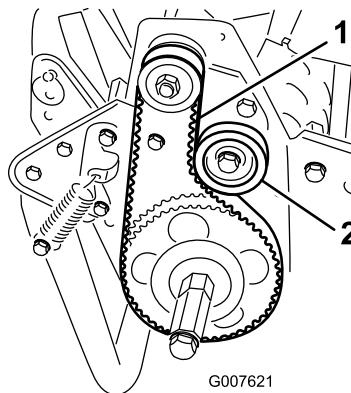

Рисунок 41
- Проверьте натяжение, приложив к ремню посередине между шкивами (Рисунок 41) усилие 18–22 Н. Ремень должен прогнуться на 6 мм.
- A. Отпустите гайку крепления натяжного шкива и поджимайте натяжной шкив по часовой стрелке к обратной стороне ремня, пока не будет получено требуемое натяжение (Рисунок 41).